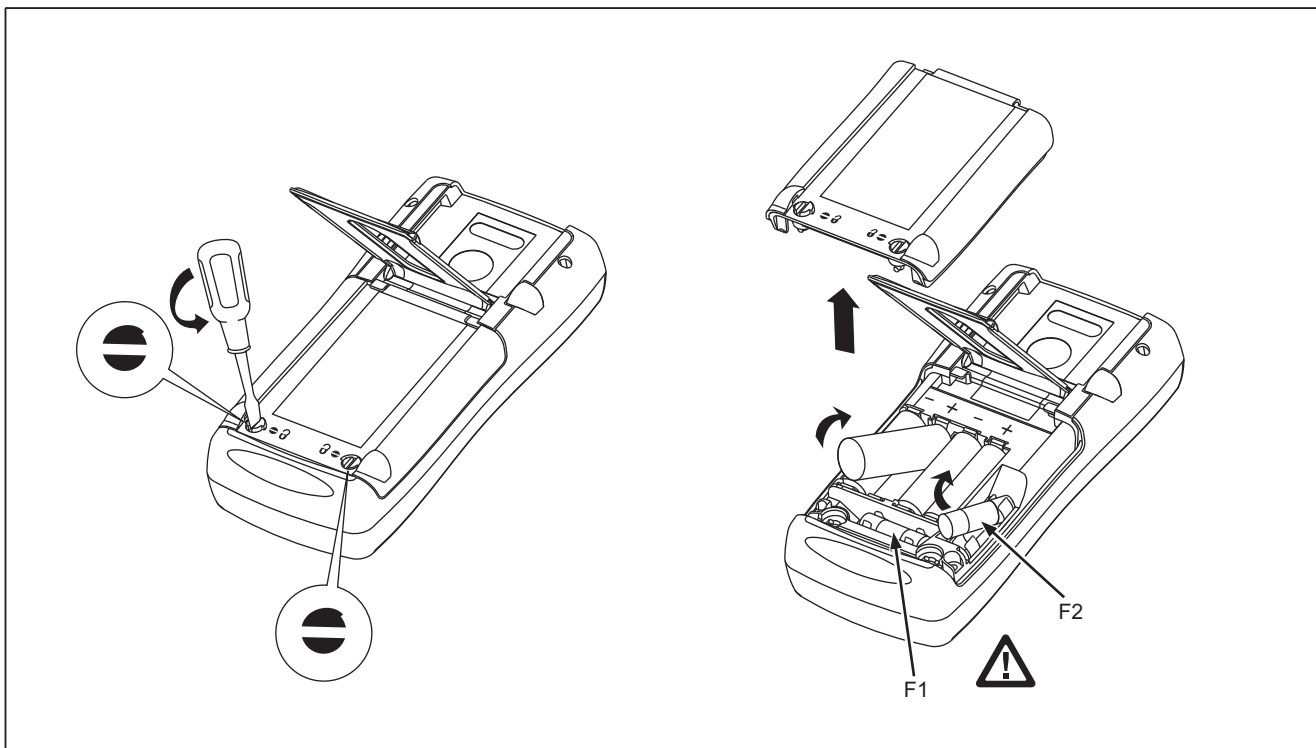

Figura 5. Reemplazo de las baterías y fusibles
1. Retire los conductores de prueba y apague el medidor. Consulte la Figura 5.